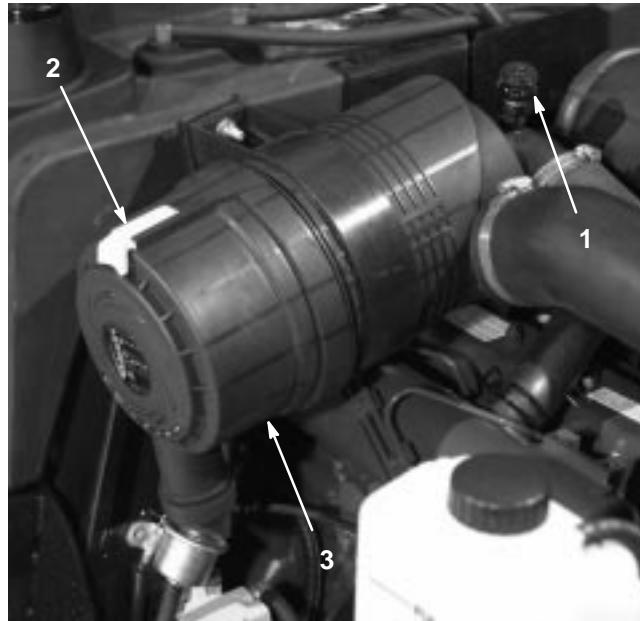

Bild 43
Warten Sie die Luftfilter, wenn die Luftfilteranzeige (Bild 43) Rot anzeigt oder alle 400 Stunden (bei einer sehr staubigen oder schmutzigen Umgebung häufiger). Warten Sie den Luftfilter nicht zu häufig.
1. Ziehen Sie den Verschluss nach außen und drehen die Luftfilterabdeckung entgegen dem Uhrzeigersinn. Entfernen Sie die Abdeckung vom Gehäuse (Bild 43). Reinigen Sie die Innenseite der Luftfilterabdeckung.
- Stellen Sie die Anzeige (Bild 43) zurück, wenn sie auf Rot steht.